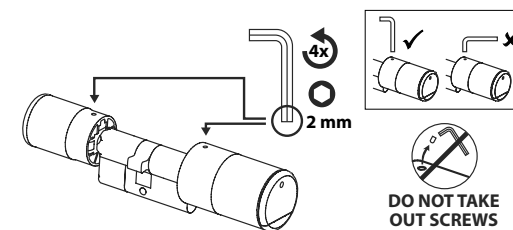

Fig. 2
② O botão externo e interno são soltos e fixados por um parafuso sem cabeça integrado no botão rotativo. Solte os dois parafusos sem cabeça nos dois manípulos com a chave sextavada incluída (Fig. 2).